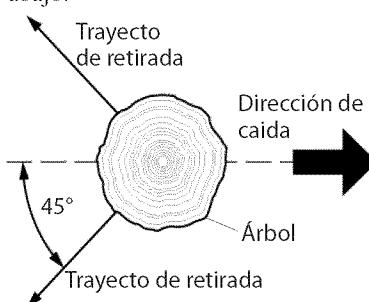

Figura 14 - Trayecto de retirada de un árbol
- Planee y despeje un trayecto de retirada para el momento de la caída. Éste debe ser en sentido contrario al de la caída del árbol y a un ángulo de 45° (vea la Figura 14).